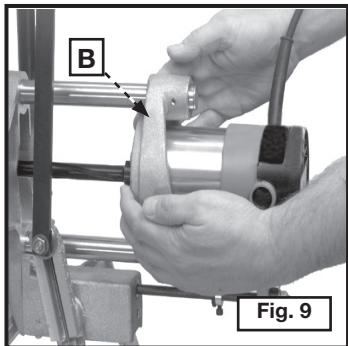

Fig. 9
- Coloque la escopleadora contra el canto de la tabla de 2" x 6" (50.8 x 152.4 mm) de tal manera que las abrazaderas estén completamente cerradas y que la cigüeña (E) pueda girar libremente. Apriete bien las agarraderas sujetadoras (D) para fijar la escopleadora.
- Cambie la palanca de alimento (A) a la posición vertical para enganchar el mecanismo de alimento.
- Ponga el motor en marcha y gire la cigüeña (E) hasta que el collar (F) toque la caja de alimento parando la profundidad del corte y terminando la muesca.
- Mueva la palanca de alimento (A) a la posición horizontal para desenganchar el mecanismo de alimento.
- Agarre el montaje (B), Fig. 9, del motor con las dos manos y tírelo (jálelo) hacia usted hasta que la broca esté libre de la muesca. Quite la escopleadora del pedazo de madera de 2" X 6" (50.8 x 152.4 mm).